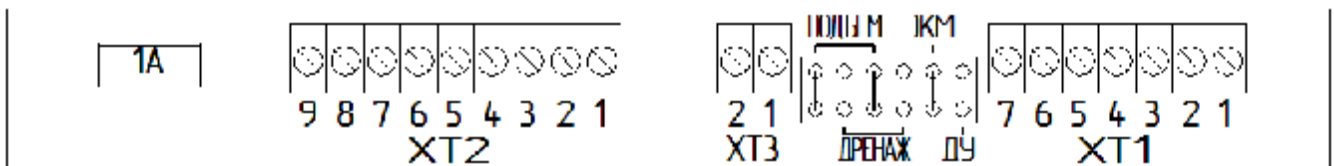

Рис. 1. Расположение джамперов и соединительных клемм УУВ «Напор-3.3».
- 4) в режиме водоподъема (джамперы JP2 установлены в положение «ПОДЪЁМ», рис. 1) в зависимости от уровня жидкости в накопительном резервуаре формирует сигнал, который коммутирует ключ S1 по следующему алгоритму:
- 5) в режиме дренажа (джамперы JP2 установлены в положение «ДРЕНАЖ», рис. 1) в зависимости от уровня жидкости в накопительном резервуаре формирует сигнал, который коммутирует ключ S1 по следующему алгоритму:
- 5.9. Адаптация УУВ к совместной работе с ЭКМ или электродными датчиками уровня осуществляется путем установки в соответствующее положение джампера JP1 «ЭКМ-ДУ», расположенных под крышкой клеммной колодки (рис.1).
- 5.10. Выбор режима работы (водоподъем или дренаж) УУВ осуществляется путем установки в соответствующее положение джамперов JP2 «ПОДЪЁМ-ДРЕНАЖ», расположенных под крышкой клеммной колодки (рис.1).